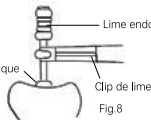

Fig.8
- 7.2.5. Lorsque la lime atteint ce point, ajuster le stop endodontique, puis retirer la lime. La distance entre le stop et la pointe de la lime permet de déterminer la longueur de travail. (Fig. 8)